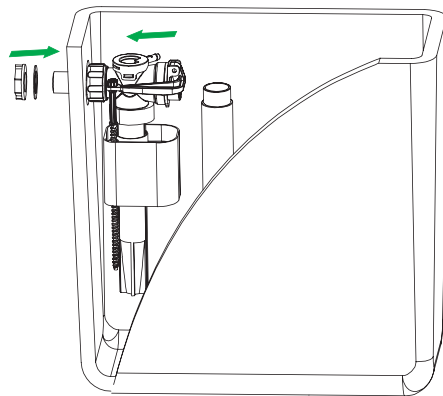

Рис. 3 / 3-сур.
2. Закрепите арматуру в смывном бачке согласно рис. 3.